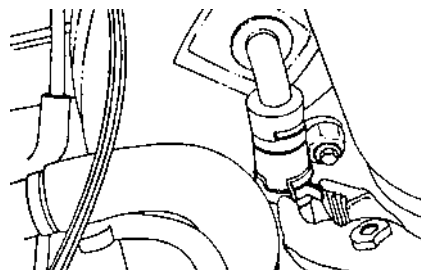

Рис. 7.20.
- снять зажим, а затем шланг вакуумного усилителя со штуцера корпуса усилителя (рис. 7.20).
- снять зажим, а затем шланг вакуумного усилителя со штуцера корпуса усилителя (рис. 7.20);